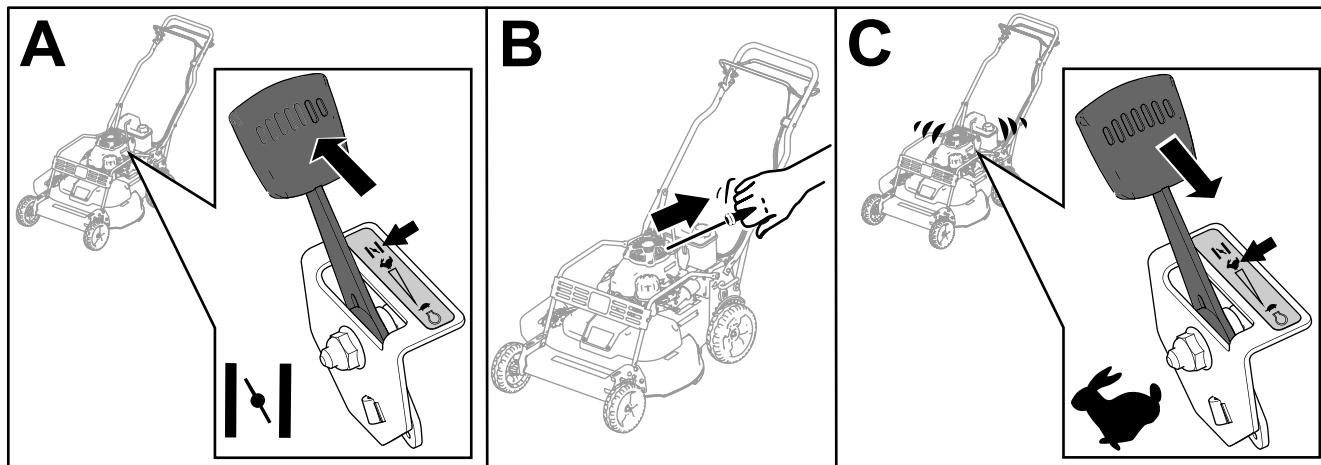

Figura 15
3. Mueva el control del acelerador a la posición de ESTÁRTER (Figura 15, A).
4. Tire suavemente del arrancador hasta que note resistencia, luego tire con fuerza (Figura 15, B).
5. Mueva la palanca de control del acelerador a la posición de RÁPIDO cuando arranque el motor (Figura 15, C).